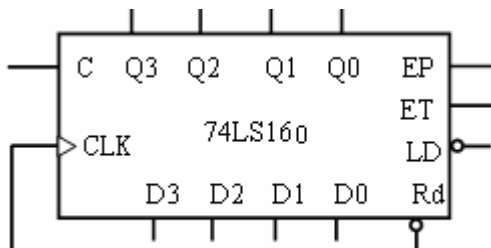

图 8 74LS160 引脚图
1. 计数器74LS160引脚图如图8 所示。请利用置数法将其设计为一个同步六进制计数器，并画出主循环状态转换图（假设Q3, Q2, Q1, Q0, 初态为0 0 0 0）。（10分）